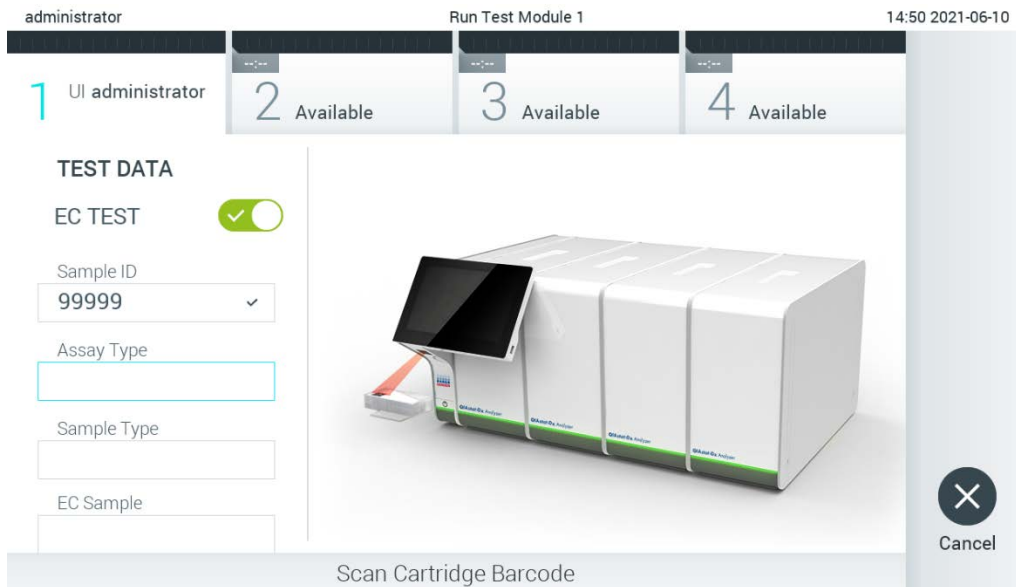

Figura 89. Scanarea codului de bare al cartușului de test QIAstat-Dx.
4. Atunci când vi se solicită acest lucru, scanați codul de bare al cartușului de test QIAstat-Dx pe care îl veți folosi. QIAstat-Dx Analyzer 1.0 recunoaște automat testul care trebuie rulat, în funcție de codul de bare al cartușului de test QIAstat-Dx (Figura 89, pagina următoare).